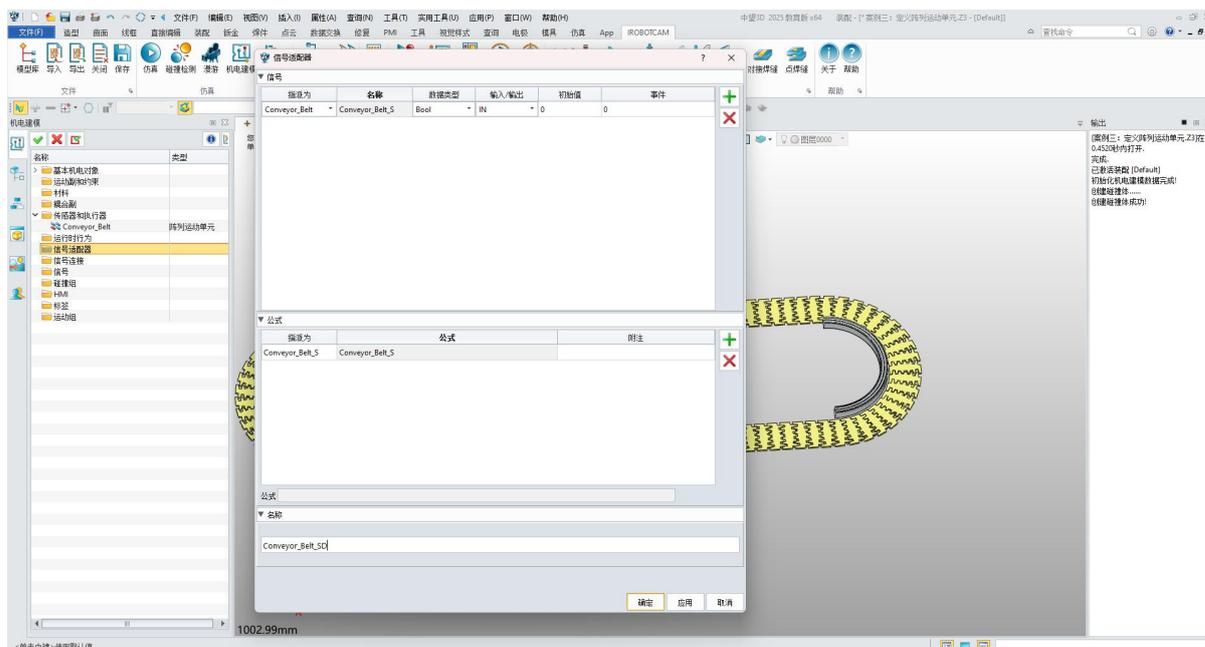

图 7-14：信号适配器信息
- 在“信号适配器”中右键单击，然后选择“添加信号适配器”。（图 7-14）